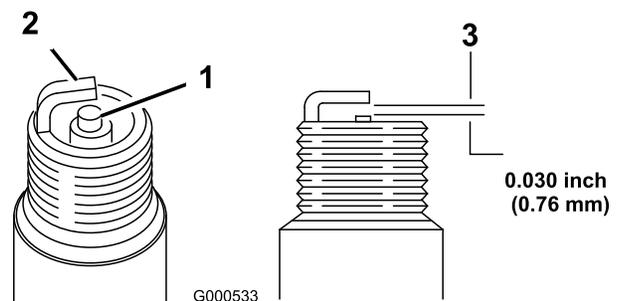

Рисунок 30
5. Установите в свече зазор, равный 0,76 мм; см. (Рисунок 30).